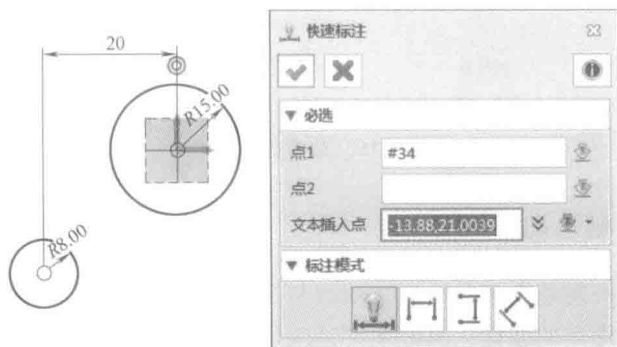

图 1-19 快速标注命令栏
选择“约束→快速标注”进入快速标注命令栏，①点 1 选择 $R15\text{mm}$ 圆心；②点 2 选择 $R8\text{mm}$ 圆心；③将鼠标移动到 $R15\text{mm}$ 与 $R8\text{mm}$ 两圆心之间的上方，如图 1-19 所示。